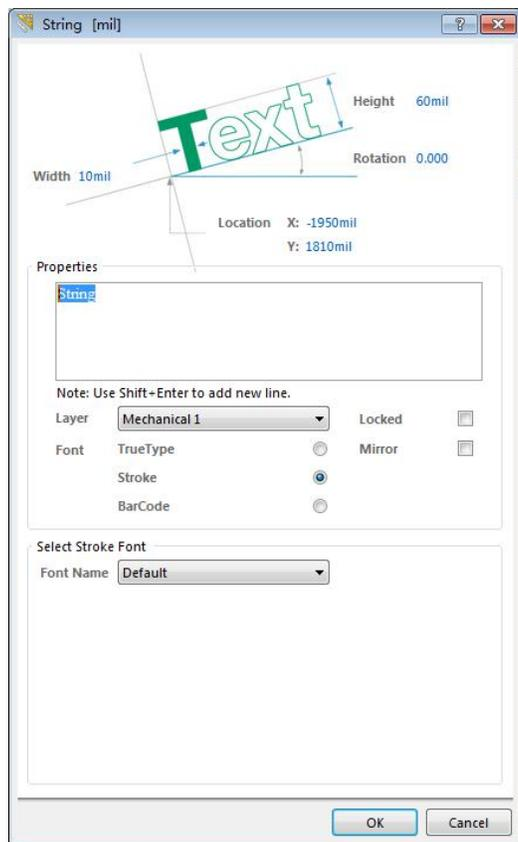

图4-38 文字属性设置对话框
- 单击菜单栏中的“Place（放置）|Via（过孔）”命令，或者单击Wiring（连线）工具栏中的放置过孔按钮，或用快捷键“P|V”，此时光标将变成十字形状，并带有一个过孔图形。按Tab键，系统将弹出如图4-38所示的Via（过孔）对话框。